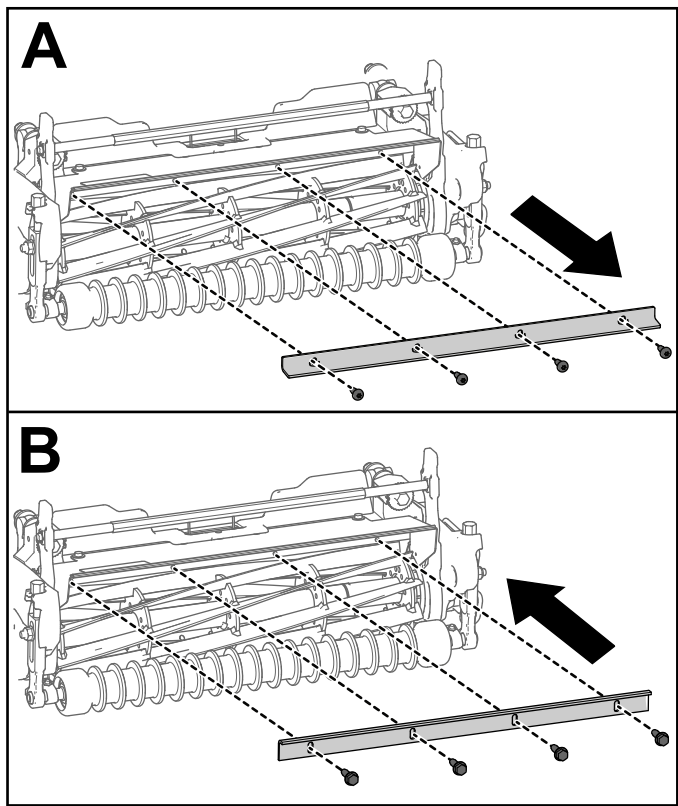

图 7
- 如果在任何其他 Greensmaster 3300 或 3400 主机上使用滚刀组型号 04657 请拆除草折流板杆并将其替换为出草挡板零件号 115-3303-03 和 4 个螺栓零件号 131-6150 如图 7 所示。